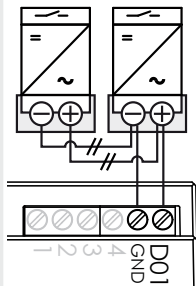

Bild 12: Digitalausgang
1. Ader A (+) über die „DO1“-Anschlussklemme mit der mit „EVU+“ gekennzeichneten Anschlussklemme am ersten Wechselrichter verbinden (siehe Bild 12).
2. Ader B (-) über die „GND“-Anschlussklemme mit der mit „EVU-“ gekennzeichneten Anschlussklemme am ersten Wechselrichter verbinden (siehe Bild 12).